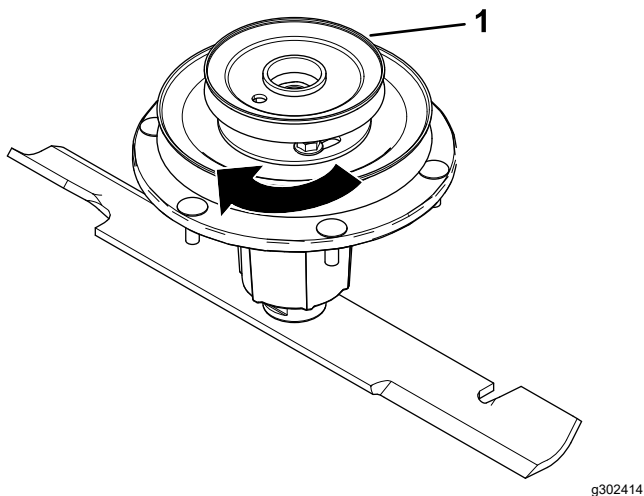

Figur 10
7. Ret den nye remskiveenhed ind, så åbningerne befinder sig over møtrikkerne (Figur 10).